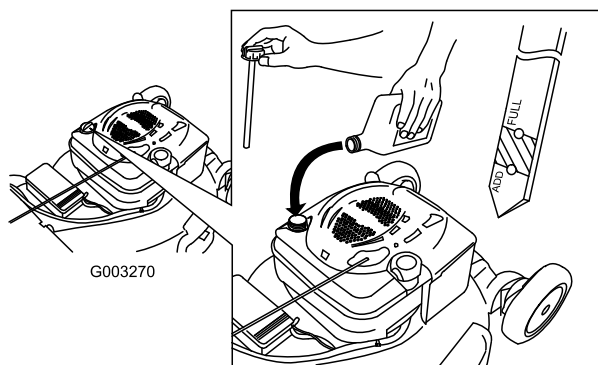

Figura 37
4. Vierta **lentamente** aceite en el tubo de llenado hasta que el nivel llegue a la marca "Full" (lleno) de la varilla (Figura 37). **No llene demasiado.** (Capacidad máxima: 0,59 l (20 onzas), tipo: SAE 30W, aceite detergente con clasificación de servicio API SF, SG, SH, SJ, SL o superior.)